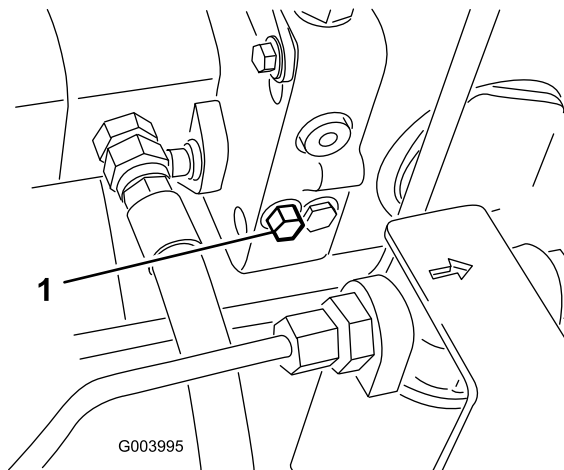

Figura 22
1. La válvula de desvío está situada en el lado izquierdo del hidrostato (Figura 22). Gire el perno una vuelta y media para abrirla y dejar pasar el aceite internamente. Puesto que el aceite se desvía, la máquina puede ser movida lentamente sin dañar la transmisión.